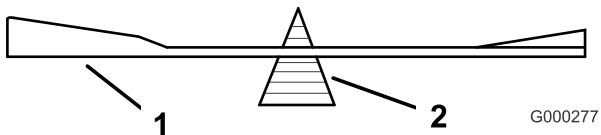
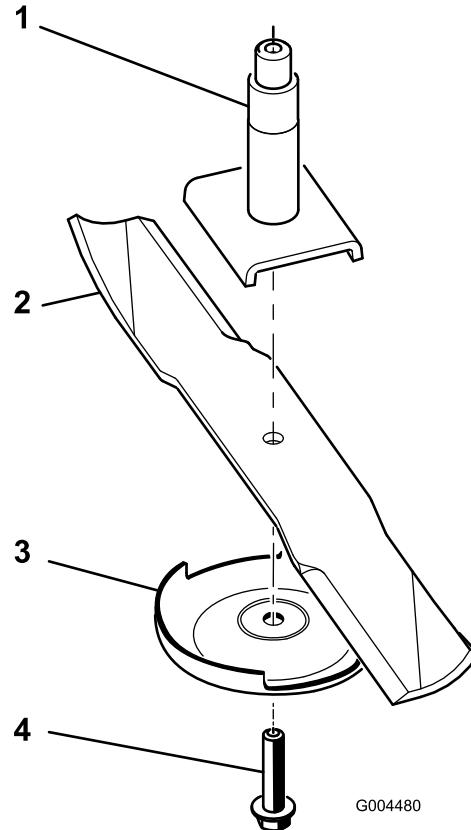

Figure 24
Figure 25
2. Enlevez le boulon, la plaque anti-scalp et la lame de l'axe de pivot (Figure 25).
2. Vérifiez l'équilibre de la lame en la plaçant sur un équilibrEUR (Figure 24). Si la lame reste horizontale, elle est équilibrée et peut être utilisée. Si la lame est déséquilibrée, limez un peu l'extrémité de la partie relevée seulement (Figure 25). Répétez la procédure jusqu'à ce que la lame soit équilibrée.
1. Placez la lame sur l'axe (Figure 25).
2. Montez la plaque anti-scalp et le boulon de lame (Figure 25).